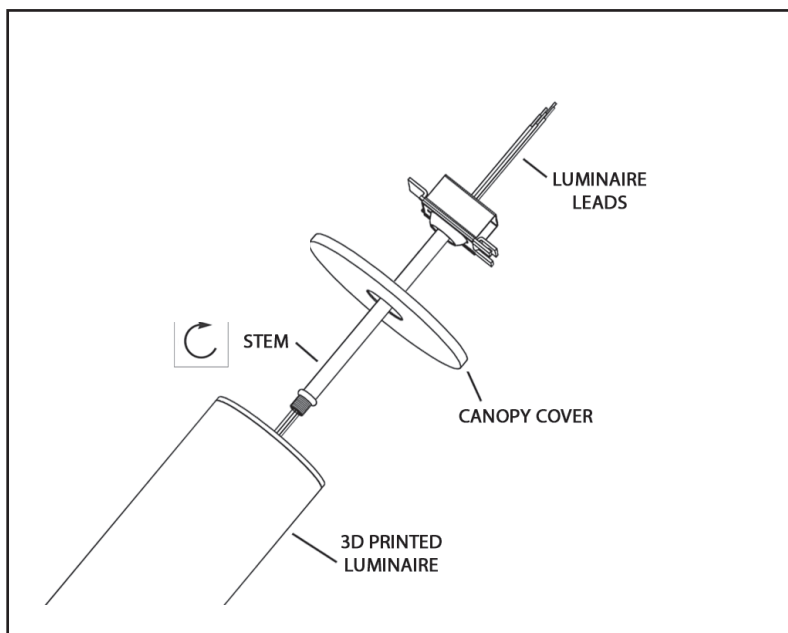

Figure 8
11. Fixez la **tige** au **luminaire imprimé 3D** en la vissant dans le sens horaire. (Figure 8)